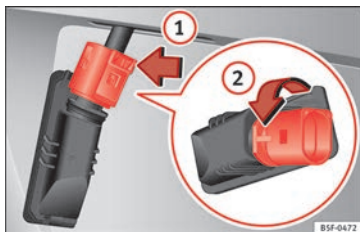

Fig. 113 Éclairage de la plaque d'immatriculation : démonter le support d'ampoules.
3. Sur le verrouillage du connecteur, appuyez » fig. 113 dans le sens de la flèche ① et tirez sur le connecteur.
4. Tournez la douille dans le sens de la flèche ② et retirez-le avec l'ampoule.
6. Insérez la douille dans l'éclairage de la plaque d'immatriculation et tournez dans le sens contraire de la flèche ② jusqu'en butée.